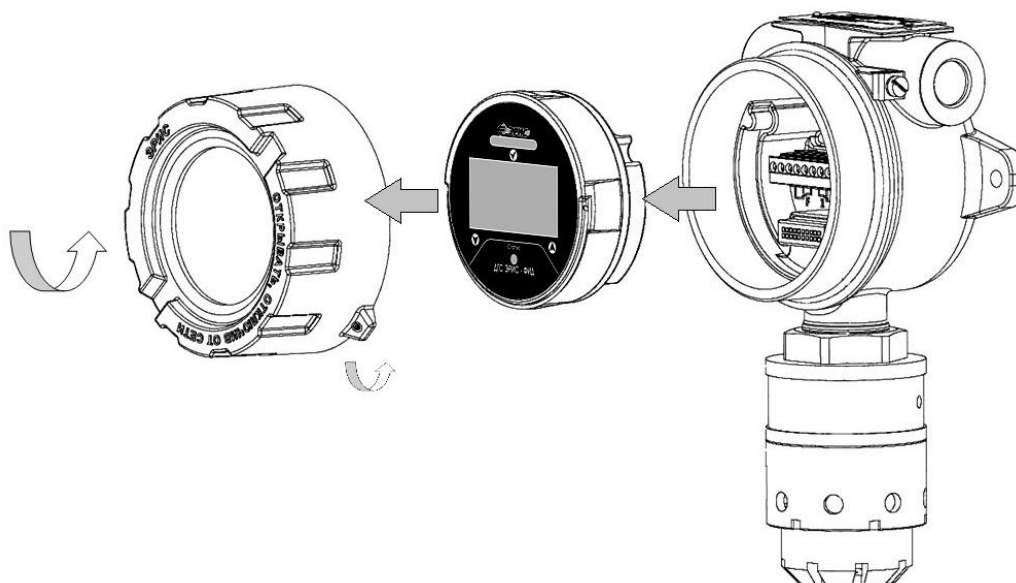

Рисунок 16 – Схема разбора ДГС ЭРИС-ФИД
- а) Открутить стопорный винт в крышке газоанализатора (рис.16).